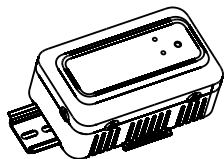

Рис. 6
2. Наденьте прибор на DIN рейку. Рис. 6.